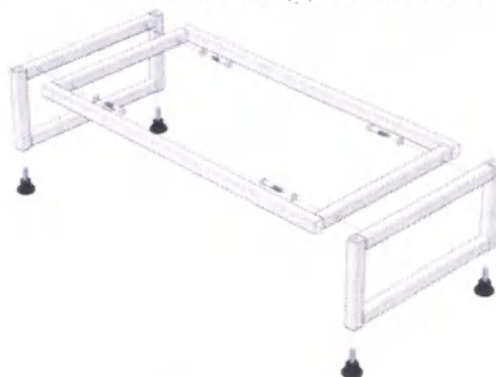

Рис.1-сборка каркаса: ЛК-400 ШРП-1В, ЛК-400 ШРП-2В, ЛК-600 ШРП-1В, ЛК-600 ШРП-2В, ЛК-800 ШРП-1В, ЛК-800 ШРП-2В;
- [1] • Установить в боковины каркаса регулируемые опоры (Рис. 1);
- Соединить боковины с рамой каркаса, используя болты М8х45, шайбы 8 и предусмотренные в боковинах заклёпки-гайки М8 (Рис. 1);